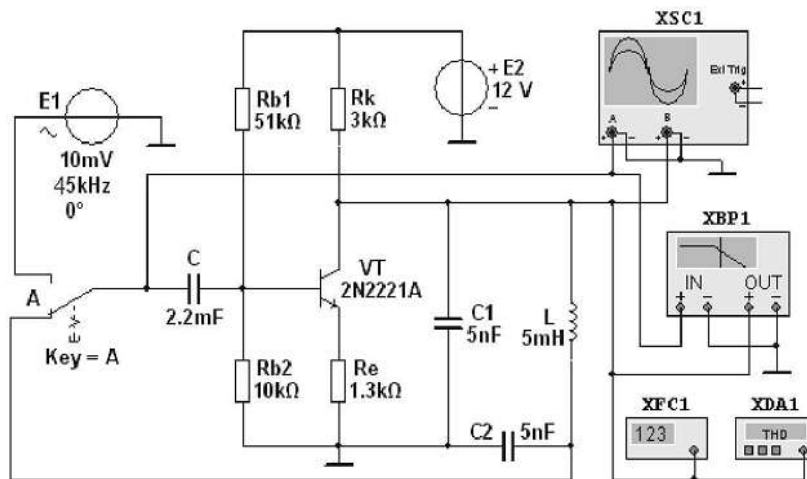

Рисунок 18 – Схема LC-генератора
2.1. Собрать схему LC-генератора на рабочем поле среды MultiSim (рис. 18).